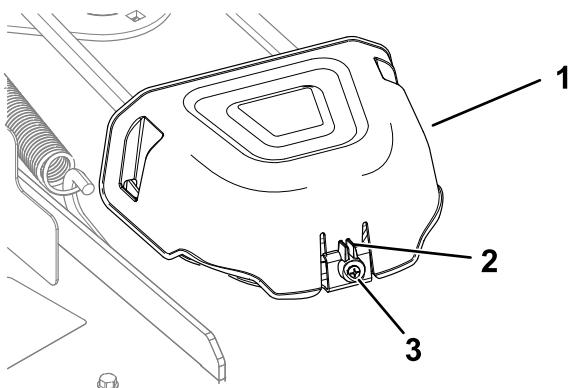

Bild 53
5. Lösen Sie die Schraube und drücken Sie die Lasche am Deckel ein, um die Riemenscheibenabdeckungen (**Bild 53**) zu entfernen.